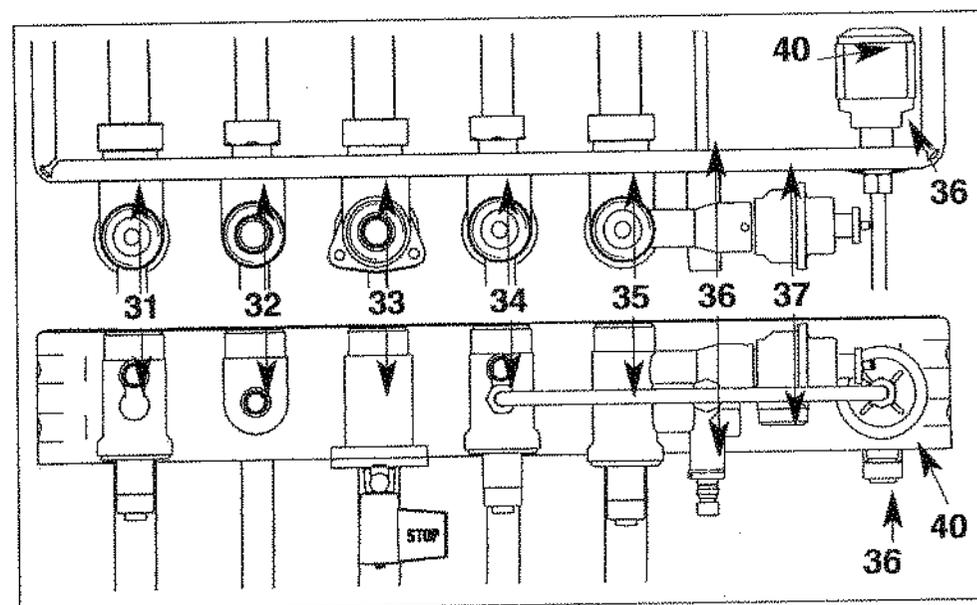

Fig. 22 - vues de dessus et de face
Barrette robinetterie (fig. 22)
3. Ouvrez l'arrivée du gaz en tournant le robinet gaz "33" (fig. 22, page 20), sur la position « 1 ».
- Coupez l'arrivée du gaz en tournant le robinet "33" (fig. 22,